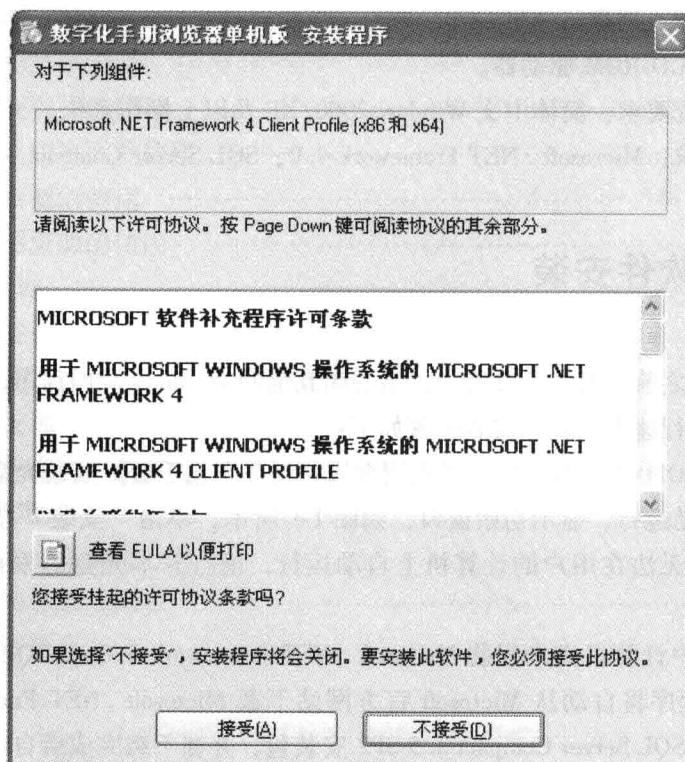

图 1-2 .NET 文件安装窗口
- 3) 如果用户计算机尚未安装 Microsoft .NET Framework 4.0 或 SQL Server Compact 3.5 SP2，安装程序将自动从 Microsoft 官方网站下载 Microsoft .NET Framework 4 Client Profile 安装包或 SQL Server Compact 3.5 SP2 安装包，并在下载完成后自动运行安装，如图 1-2 所示。